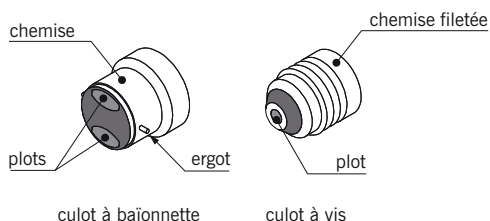

fig. 16.31
- Les culots des lampes à incandescence sont à vis ou à baïonnette (fig. 16.31). Un culot d'un type donné ne peut s'adapter que sur la douille correspondante.